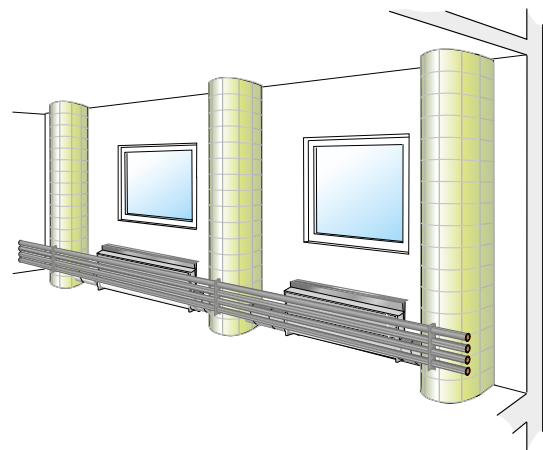

Figura 6. Primo con tubo di distribuzione anteriore.
- Primo con tubo di distribuzione anteriore (Figura 6)